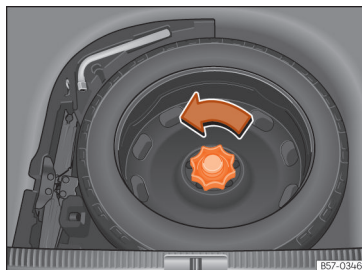

Abb. 235 Im Gepäckraum: hochgeklappter Ladeboden
- Drehen Sie das Rädchen entgegen dem Uhrzeigersinn » (Abb. 235).